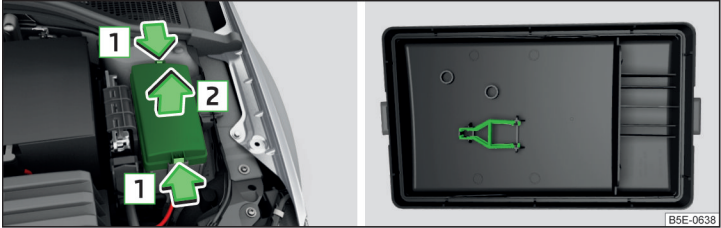

Fig. 328 Tapa de la caja de fusibles: Retirar la tapa / abrazadera plástica para fusibles
- Tome la grapa de plástico que se encuentra bajo la tapa de la caja de fusibles del vano motor » fig. 328 de la pág. 294.
- Presionar juntas y al mismo tiempo las teclas de bloqueo de la cubierta en el sentido de la flecha 1 y retirar la cubierta en el sentido de la flecha 2 » fig. 328.
- Tome la grapa de plástica que se encuentra bajo la tapa de la caja de fusibles » fig. 328.